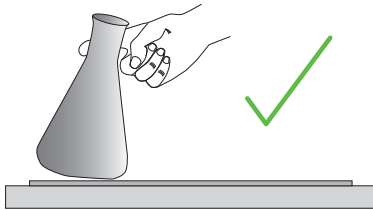

Figura 103: Alfombrilla adhesiva: Extraer el recipiente con cuidado
1. Para soltar la alfombrilla adhesiva, levántela por un lado y tire lentamente para separarla de la plataforma, como en la Figura 103.